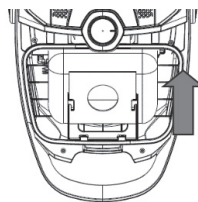

Fig. 12
- Scoateți suportul pungii, apoi scoateți punga plină. (Fig. 12)